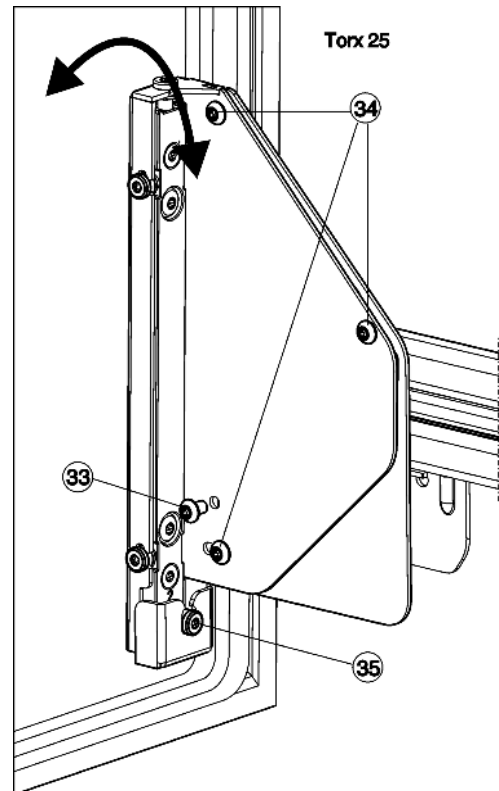

Fig. 26
- ▶ Die Schraube Fig. 26 (33) vollständig herausschrauben.
- ▷ Die Schraube Fig. 26 (33) entsorgen, sie wird nicht mehr benötigt.
- ▶ Schrauben Fig. 26 (34) mit 1 bis 2 Umdrehungen nur lösen.
- ▶ Verstellerschraube Fig. 26 (35) drehen. Im Uhrzeigersinn: die Tür oben neigt sich vom Gerätekorpus weg. Entgegen dem Uhrzeigersinn: die Tür oben neigt sich zum Gerät und unten weg vom Gerätekorpus.
- ▶ Nach Beendigung der Neigungsverstellung alle Schrauben Fig. 26 (34) wieder fest anziehen.